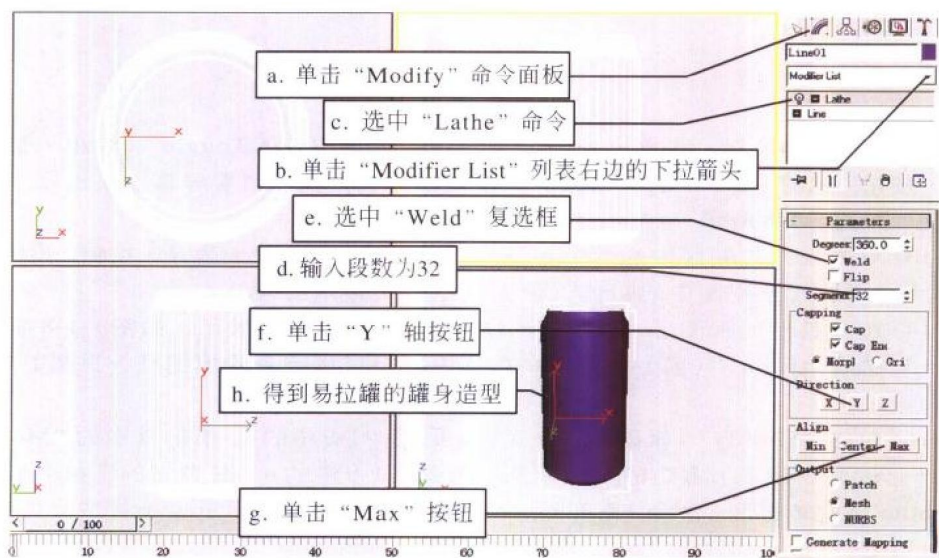

图 1-1-9
(16) 单击“Modify”(修改)命令面板,见图1-1-9中的a。单击其中的“Modifier List”(修改命令列表)右边的下拉箭头,见图1-1-9中的b。在弹出的下拉列表选中“Lathe”(旋转造型)命令,见图1-1-9中的c,将物体的截面造型旋转成立体造型。
(17) 在“Parameters”(参数)卷展栏中的“Segments”(段数)输入框中输入段数为32,见图1-1-9中的d。段数越大,物体的分段越多,其表面也就越光滑。
(18) 选中“Weld Cone”(焊接核心)复选框,见图1-1-9中的e,将中心轴上重合的点进行焊接精减,以得到结构相对简单的造型。
(19) 单击“Direction”(方向)栏中的“Y”轴按钮,见图1-1-9中的f,将旋转轴设置为Y轴。
(20) 单击“Align”(对齐)栏中的“Max”(最大)按钮,见图1-1-9中的g,将曲线的外边界与中心轴对齐。从而得到易拉罐的罐身造型,见图1-1-9中的h。